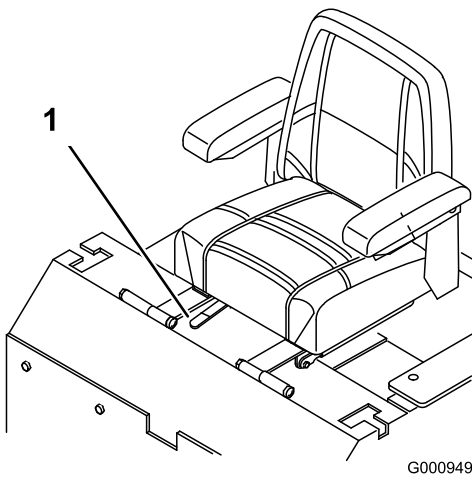

Figure 20
**Important:** Poussez le levier de réglage sur le côté pour débloquer et régler le siège (Figure 20).